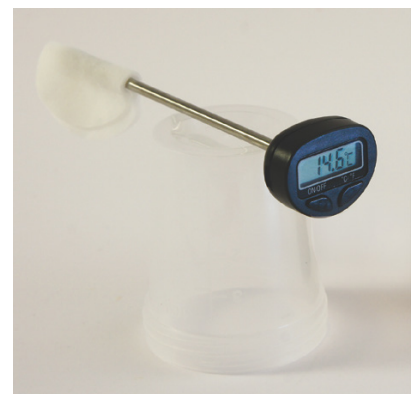

Abb. 1: Es ist sinnvoll, das Thermometer während der Messung so abzulegen, dass der Wattepad frei in der Luft hängt, zum Beispiel auf einem Becher.
- Messung 1: Befeuchte ein Wattepad mit Wasser, drücke das überschüssige Wasser heraus und lege das Wattepad über das Thermometer (siehe Abb. 1).